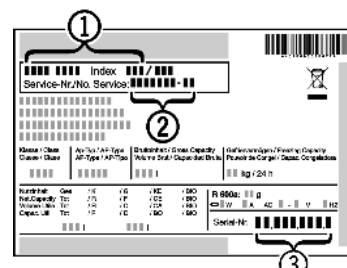

Fig. 13
- Apparaataanduiding Fig. 13 (1), service-nr. Fig. 13 (2) en serie-nr. Fig. 13 (3) van het typeplaatje aflezen. Het typeplaatje bevindt zich aan de linkerkant binnen in het apparaat.
- Contact opnemen met de Technische Dienst en het probleem, apparaataanduiding Fig. 13 (1), service-nr. Fig. 13 (2) en serie-nr. Fig. 13 (3) mededelen.